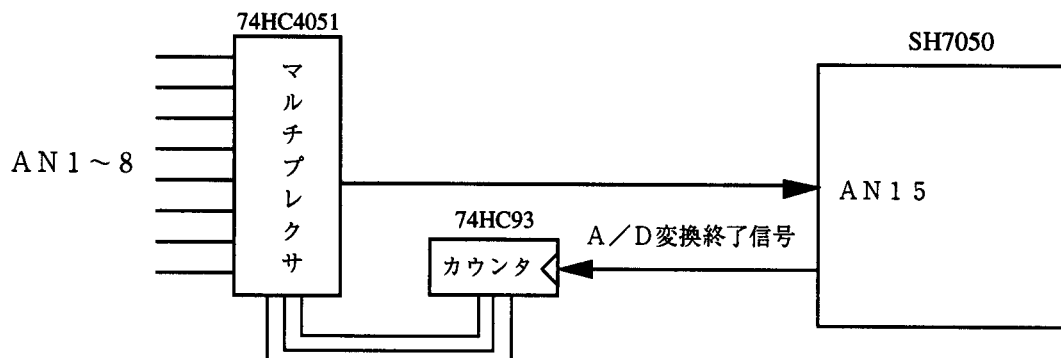

図1 SH7050による電圧の測定ブロック図
- (1) 図1に示すように、8チャンネルに入力される電圧をSH7050のA/D変換器を使用し、測定します。チャンネルの切り換えはA/D変換終了信号をカウンタでカウントし、マルチプレクサによって切り換えます。
- (2) 測定結果は16バイトのRAMに格納します。
- (3) 入力する電圧は0～5Vの範囲です。